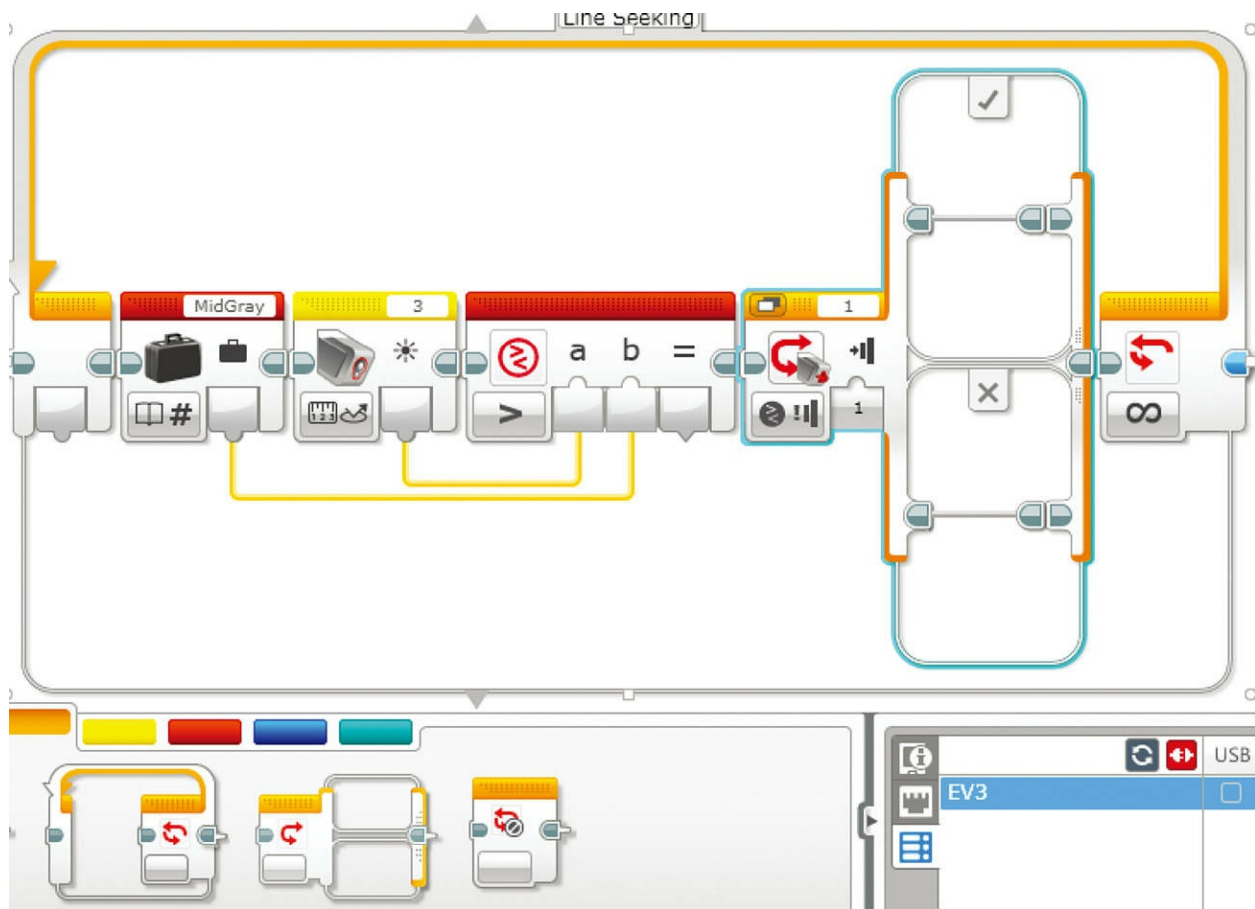

图8.41 插入切换模块
1. 拖曳一个切换模块到程序中的循环，循环应该扩展至能容纳它（如图8.41所示）。